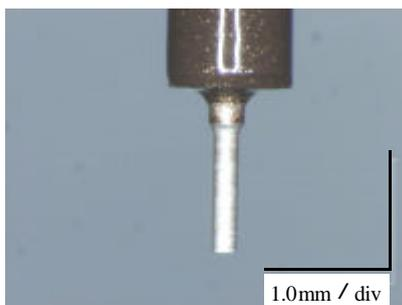
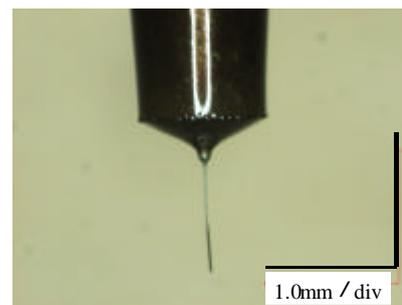

図4 小径成形電極:  $200 \mu\text{m}$
図5 小径成形電極:  $23 \mu\text{m}$
- (1) 電気加工条件及び工程数により加工精度が決定される。
- (2) ここでの仕上げによる電気加工条件の場合、誤差の平均値で  $8.9 \mu\text{m}$ 、標準偏差で  $6.5 \mu\text{m}$  程度の大きさに加工できる。しかし、電極径に依存する隅R、非接触測定法による測定誤差の低減などの改善が必要となる。
- (3) 電極材種をタングステンで電極径  $1.0\text{mm}$  からワイヤ放電研削法（WEDG，図4，図5）による最高位計測値として  $23 \mu\text{m}$ 、長さ  $760 \mu\text{m}$ 、アスペクト比 33 を得た。